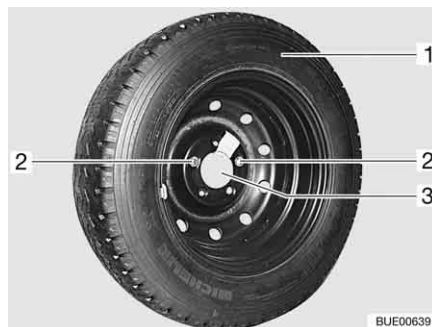

Fig. 258 Etrier de roue de secours dans le garage arrière
- Dévisser et retirer les deux vis de fixation (Fig. 258,2) avec les outils de bord.
- Retirer la roue de secours (Fig. 258,1) de sur l'étrier (Fig. 258,3).